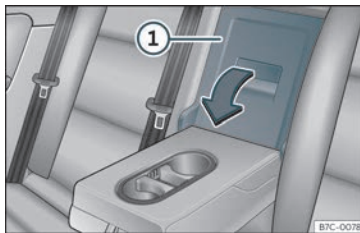

Fig. 120 No encosto do banco traseiro: abertura da portinhola.
- Puxe a alavanca de desbloqueio no sentido da seta e rebata completamente a tampa »» Fig. 120 ① para a frente.